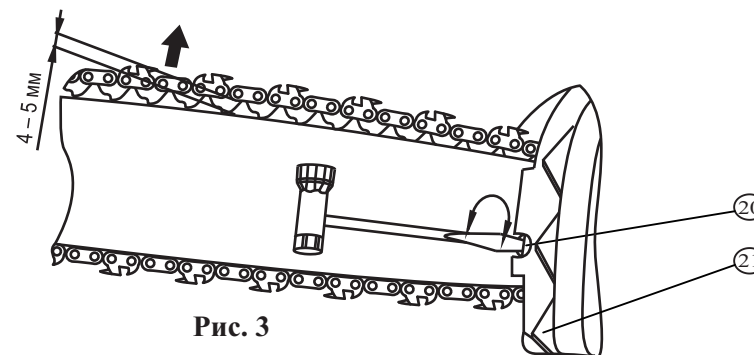

Рис. 3
- вращением отверткой винта натяжителя 20 на крышке 19 (рис. 3) обеспечьте положение штифта натяжителя так, чтобы при установке крышки он совпал с соответствующим отверстием шины;
- вращением отверткой винта натяжителя 20 на крышке 19 (рис. 3) по часовой стрелке натяните пильную цепь так, чтобы при оттягивании цепи посередине шины она отходила приблизительно на 4-5 мм, не выходя из пазов и свободно двигалась от руки (рис. 3);